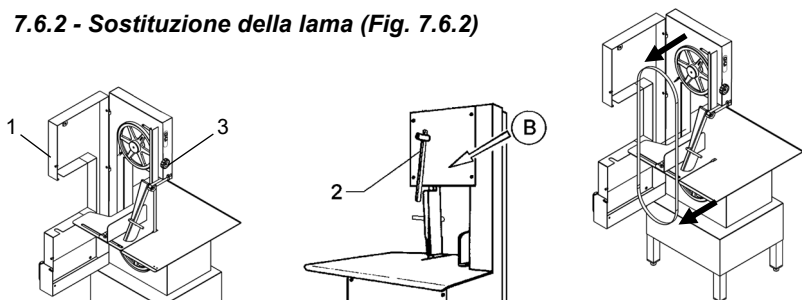

Fig. 7.6.2
7.6.2 - Sostituzione della lama (Fig. 7.6.2)
- Correr la palanca "2" hacia abajo, como lo indica la Fig. 7.6.2 con la flecha "B".